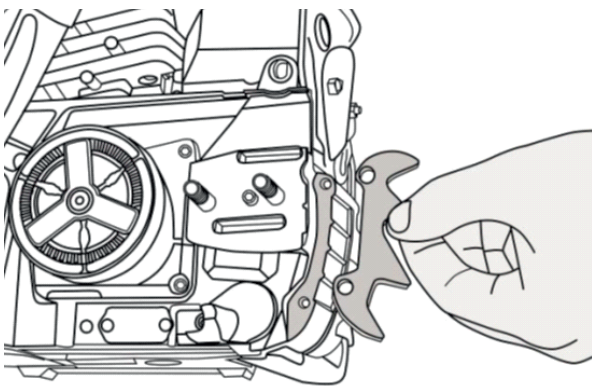

Рис. 4 Установка упора
3. Установите упор пилы при помощи болтов из комплекта и шестигранного ключа (рис.4, 5)